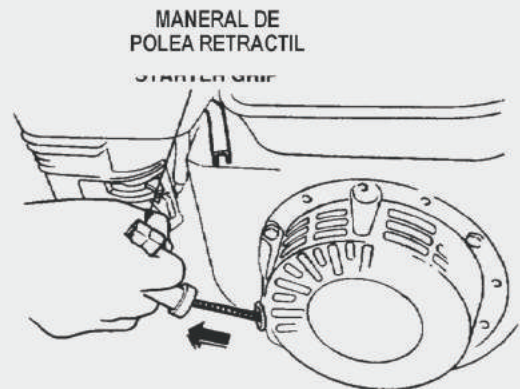

Figura 9. Polea retractil
6. Tome el maneral de la polea retractil (Figura 9) y suavemente jale hacia afuera hasta encontrar un punto donde la resistencia es más fuerte (un tope), jale el maneral repentinamente y a la vez suavemente para arrancar el motor.